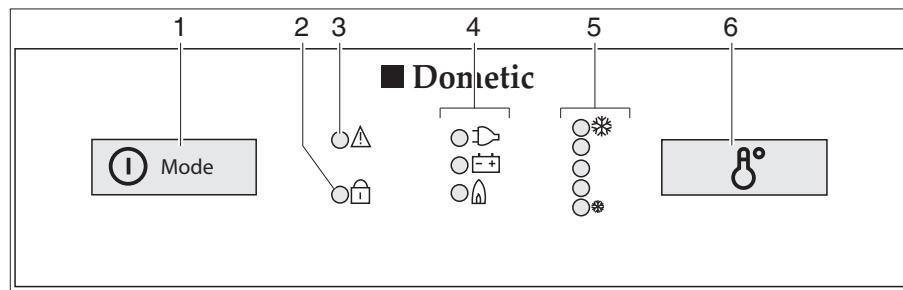

Bild 319 Reglage, knappar för kylskåpet (Dometic 8-serie med MES)
- Tryck på strömbrytaren/energiväljaren (Bild 319,1) i två sekunder för att starta apparaten. Lysdiod för senast valda driftläge tänds.
- Tryck eventuellt in strömbrytaren/energiväljaren (Bild 319,1) flera gånger tills driftindikatorn gas "🔥" tänds. Nu är gastillförseln öppen. Tändning sker automatiskt. Ett tickande ljud hörs tills tändningsproceduren är klar.
- Ställ in kyltemperaturen med brytaren för temperaturinställning (Bild 319,6).
- Tryck eventuellt in strömbrytaren/energiväljaren (Bild 319,1) flera gånger tills driftindikatorn 230 V "" tänds.
- Tryck eventuellt in strömbrytaren/energiväljaren (Bild 319,1) flera gånger tills driftindikatorn 12 V "" tänds.